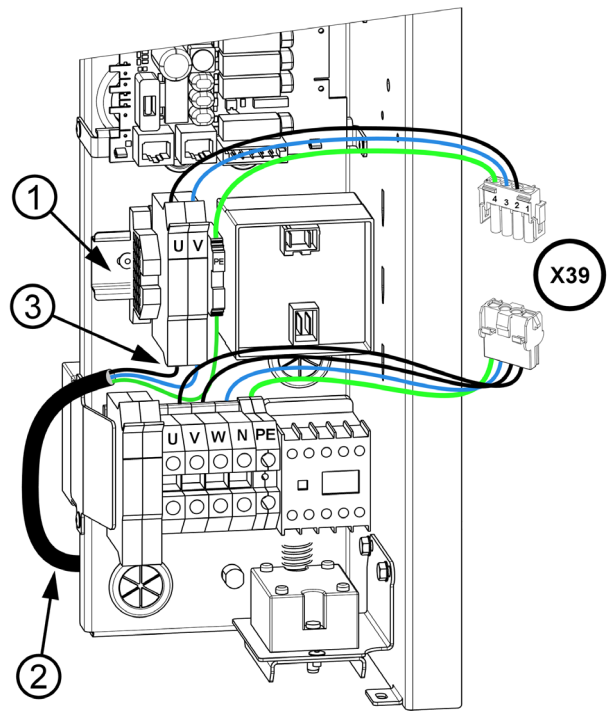

Figure 19 : Raccordement du kit hotte 623
Fixez le porte-fusibles et la borne du kit de la hotte au rail DIN (1) à l'avant du tableau électrique (voir fig. 19)
Raccordez les fils individuels du câble électrique de la hotte (2) par le dessous (3) au porte-fusibles et aux bornes PE du kit de la hotte (voir fig. 19).